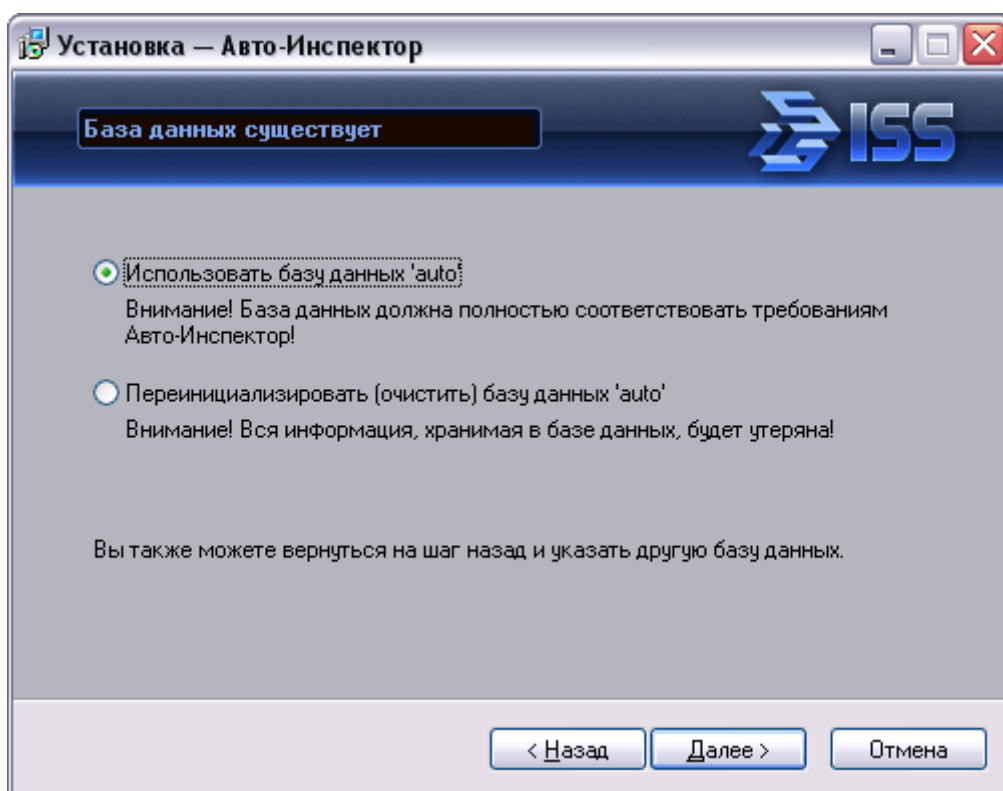

Рис. 12. Инициализация существующей базы данных
4. Если на компьютере обнаружена указанная в п. 3 база данных, то появится окно инициализации базы данных (рис. 12), в противном случае см. п. 5.